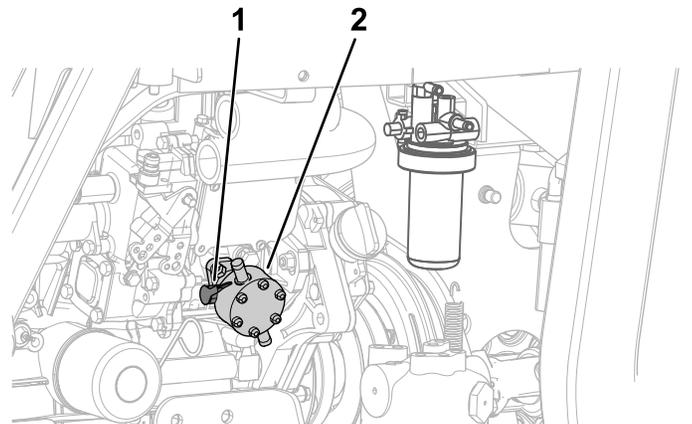

Figure 64
Sur le côté gauche du moteur, actionnez le levier de la pompe à carburant jusqu'à ce que la cuvette du filtre à carburant soit pleine (Figure 64).
7. Actionnez le levier de la pompe à carburant jusqu'à ce que le carburant s'écoule régulièrement par la vis ; voir Figure 64 sous Amorçage du circuit d'alimentation \(page 55\).